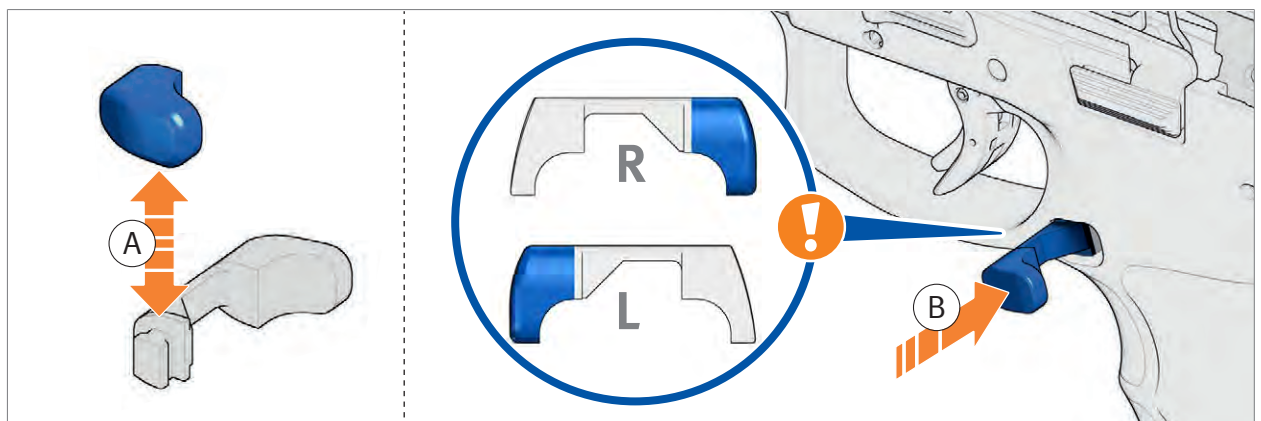

Fig. 25: Convert Push-Button
4. Convert Push-Button (Fig. 25).
5. Insert Push-Button (Fig. 25).